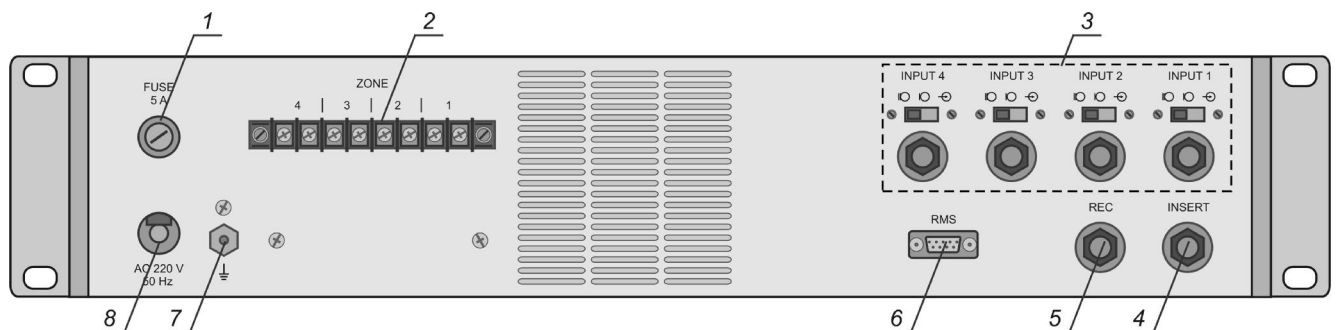

Рисунок 2
7.2 Розміщення роз'ємів та клем на задній панелі підсилювача наведено на рис. 2